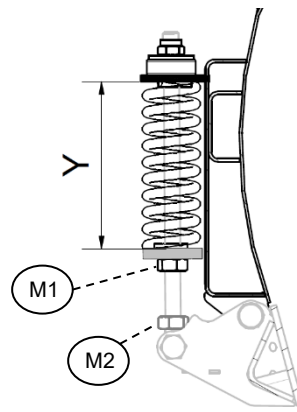

Abb. 21
- 2) Drehen Sie die Mutter M1 zwei Umdrehungen nach oben und machen Sie einen Probelauf. Wiederholen Sie diesen Vorgang, bis die Spannung passt – siehe Abb. 21.
- 5) Ziehen Sie die Mutter M2 nach unten – siehe Abb. 21.
- 6) Drehen Sie die Mutter M1 zwei Umdrehungen nach unten und machen Sie einen Probelauf. Wiederholen Sie diesen Vorgang, bis die Spannung passt – siehe Abb. 21.